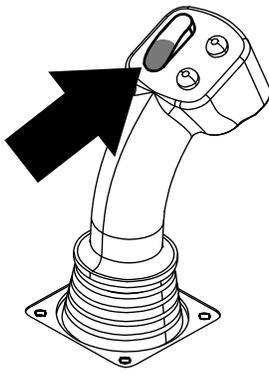
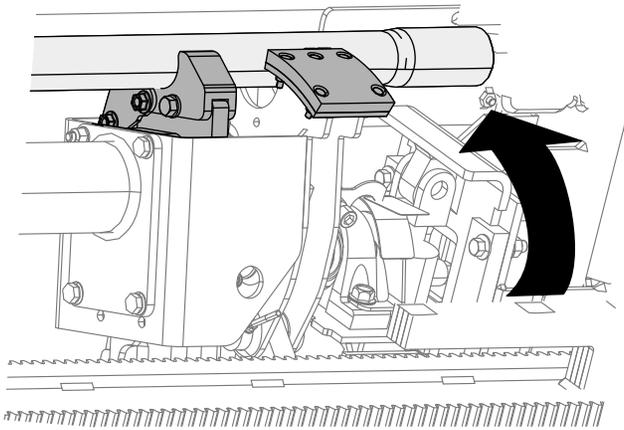

Figura 17
Figura 18
- Mantenga pulsada la sección inferior del interruptor basculante (Figura 17) hasta que el conjunto de leva gire a la fila seleccionada debajo del portatubos (Figura 18).